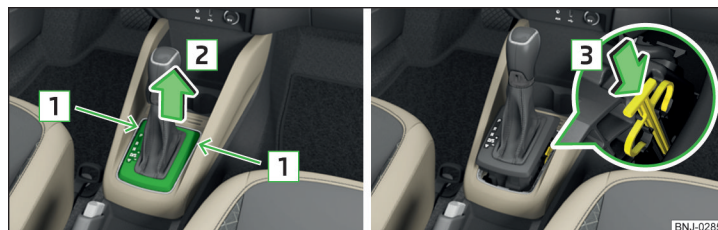

Fig. 196 Rimozione della copertura / sbloccaggio della leva selettoria
- Infilare un cacciavite a taglio o un attrezzo simile nella fessura nell'area indicata dalla freccia **1** » **fig. 196** e sollevare con cautela la copertura in direzione della freccia **2**.